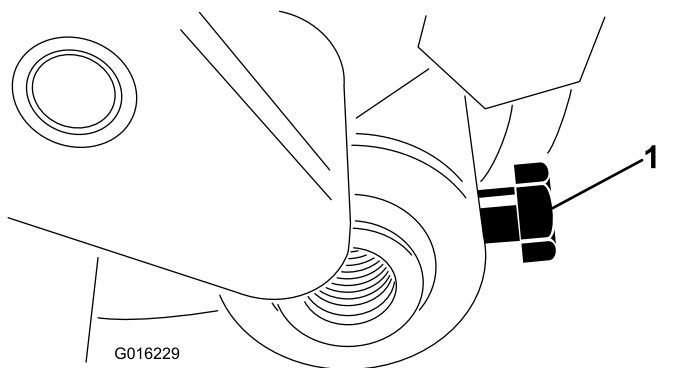

Figure 15
- Insérez l'arbre du rouleau dans le bras de réglage droit et fixez-le avec le boulon (Figure 15).
4. Centrez le rouleau entre les bras de réglage et serrez les boulons de fixation (Figure 15).